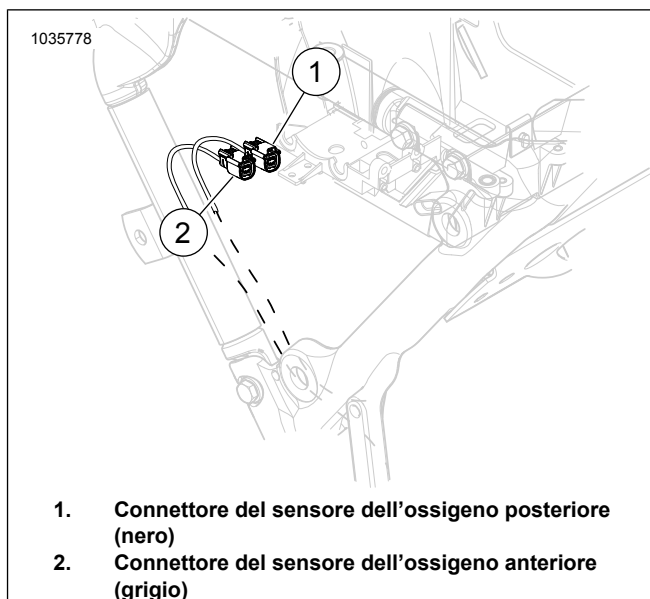

Figura 10. Posizione del sensore anteriore e posteriore dell'ossigeno
Vedere Figura 10. Scollegare i connettori del sensore dell'ossigeno anteriore (2) e posteriore (1).